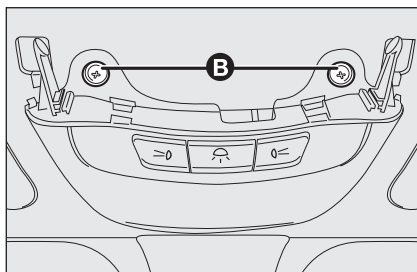

fig. 34
- dévisser les deux vis de fixation **B**-fig. 34 pour démonter le groupe;